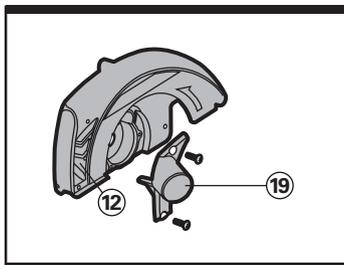

Fig 9
Para extraer el aserrín, conecte una aspiradora al orificio de extracción del aserrín (12) utilizando el adaptador (19) y un tubo flexible. Asegúrese de que el conjunto se monte correctamente (Ver Fig 9).